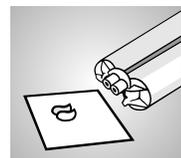

Fig. 2
Per fare fuoriuscire il materiale dalla cartuccia si utilizza il sistema mini-mix. Inserire lo stampo nel corpo della cartuccia, quindi svitare e togliere il tappo della cartuccia. **Fare uscire una piccola quantità di materiale fino ad ottenere un flusso omogeneo dalle due aperture (Fig. 2).** Per inserire la cannula di miscelazione, fare attenzione alle guide situate sulla cannula stessa e sulla cartuccia. Bloccare ruotando in senso contrario (Fig. 3). Ora è possibile eseguire il dosaggio desiderato. Il materiale deve fuoriuscire a pressione costante. Dopo l'uso, lasciare la cannula di miscelazione sulla cartuccia fino all'applicazione successiva. Utilizzare esclusivamente cannule di miscelazione verdi o marrone 4:1. Per provvisori piccoli e singoli, utilizzare le cannule marrone, per elementi multipli usare quelli verdi.
- Per garantire una miscela omogenea: Prima dell'inserire la cannula di miscelazione, **sempre** fare uscire una piccola quantità di materiale, fino ad ottenere un **flusso omogeneo** de la base e del catalizzatore **dalle due aperture** della cartuccia (Fig. 2).